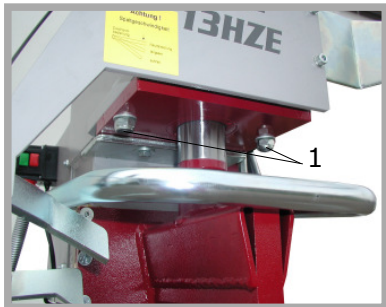

Abb. 1
Vor der ersten Inbetriebnahme der Maschine muss der Hydraulikzylinder am Ständer befestigt werden. In der Befestigungsplatte am Ständer sind bereits die Befestigungsbolzen vormontiert. Nehmen Sie die beiden vormontierten Muttern (1) ab (siehe Abb. 1).